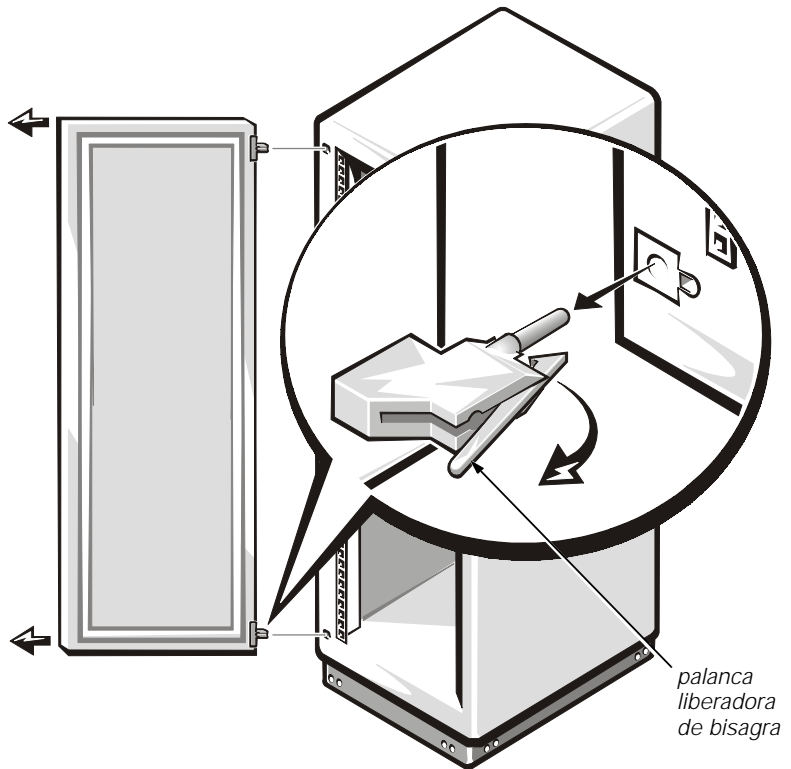

Figura 4-2. Desmontaje de las puertas del estante
2. Desmonte la puerta anterior según se muestra en la figura 4-2:
1. Levante la puerta anterior hacia su posición y alinee las bisagras con los orificios en el estante según se muestra en la figura 4-2.